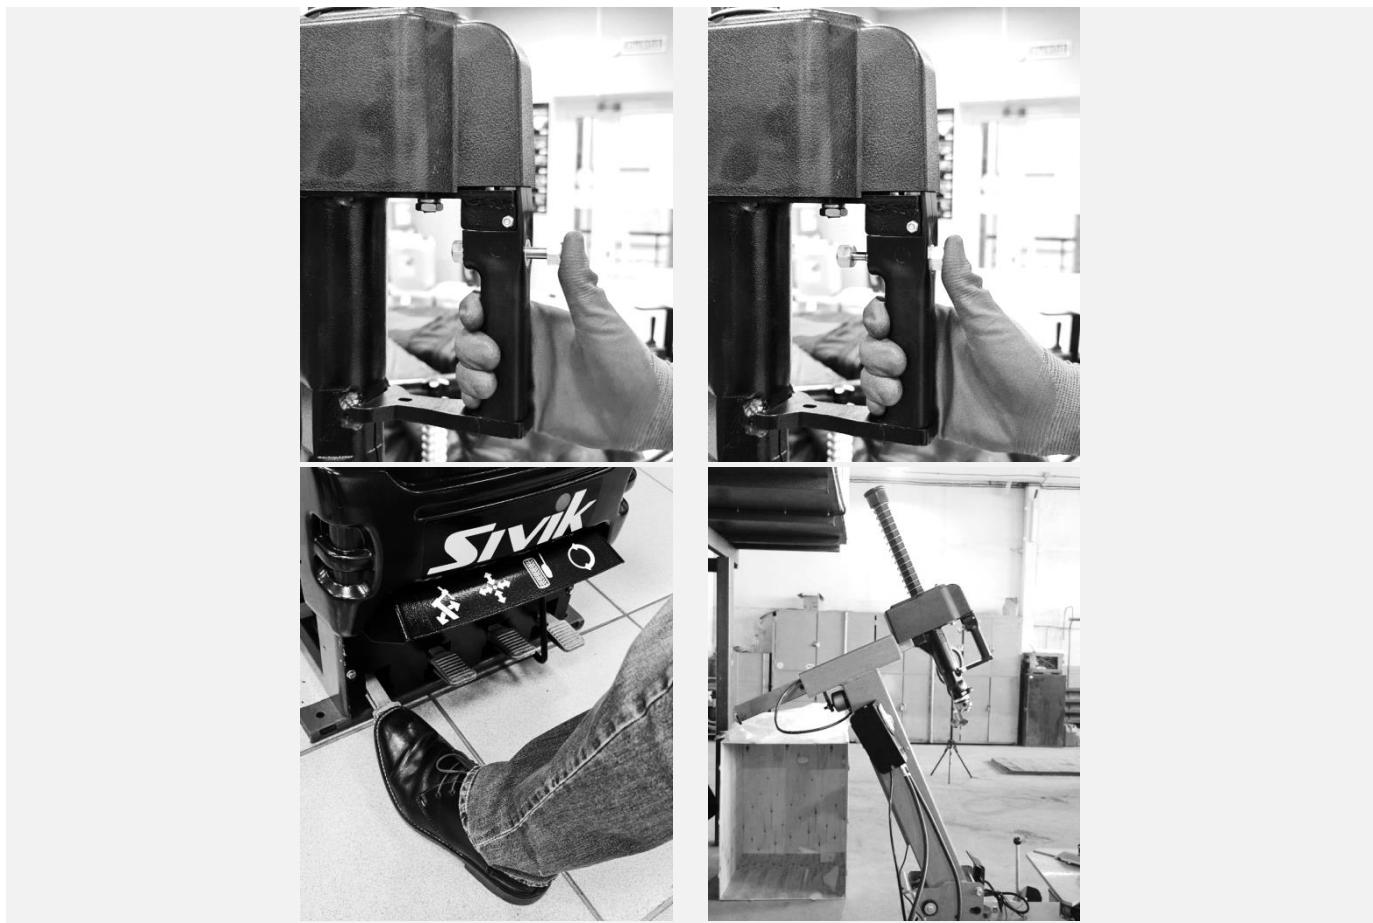

Рисунок 40
9.3.2 Перевести монтажную головку в верхнее положение, нажав кнопку фиксатора монтажной головки. Откинуть монтажную колонну, нажав (см. Рисунок 40).